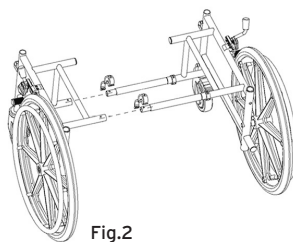

Fig.2
- Encaixe a parte que acabou de montar no outro lado da estrutura utilizando os mesmos dois tubos de fixação e mais duas molas em C, conforme descrito no ponto anterior (fig.2);